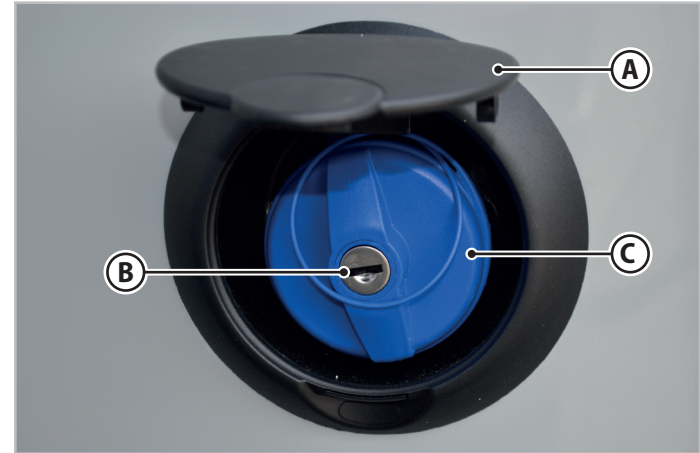

Fig.6.36 - Påfylling av ferskvannstank
1. Løft klaffen (**A** - Fig.6.36) for å få tilgang til vannfyllestussen på siden av kjøretøyet.
2. Sett nøkkelen inn i låsen (**B** - Fig.6.36).
4. Vri hetten (**C** - Fig.6.36) i retning mot klokken og ta den av.